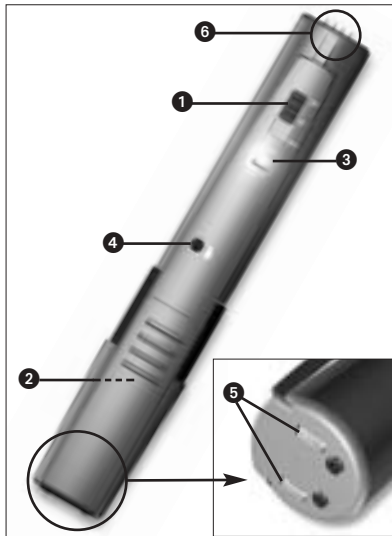

Fig. 1: Controles do TM 40
2.5 Elementos de controle (Veja fig. 1)
4.3 Ajustar o nível (veja fig. 1)